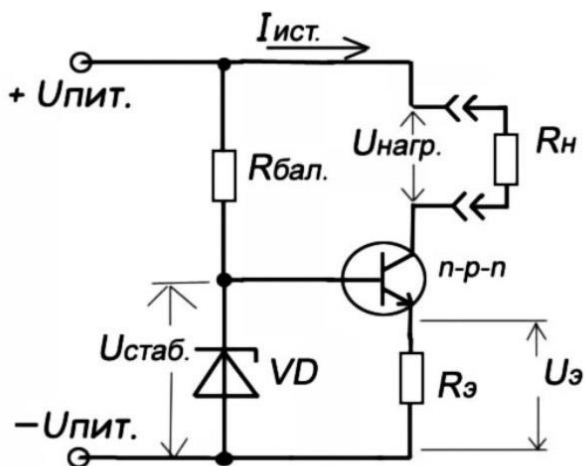

Рис. 3. Схема источника постоянного тока
Схема источника постоянного тока представлена на рис. 3.
3. Собрать схему для настройки источника постоянного тока согласно рис. 3.